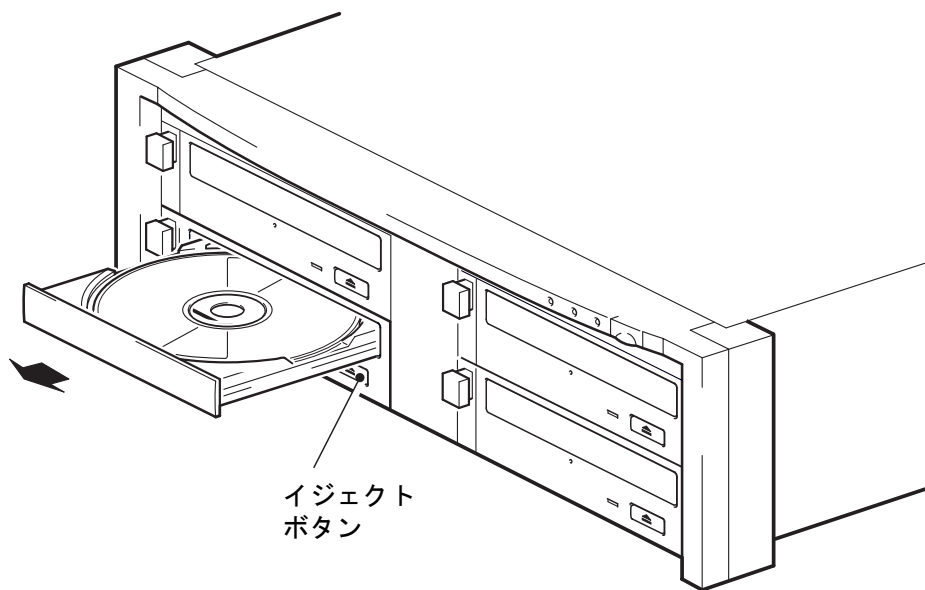

図 4b: ディスクのアンロード
- 2 図 4b のようにイジェクト・ボタンを押します。ディスク・ローディング・トレイが出ます（数秒かかる場合があります）。